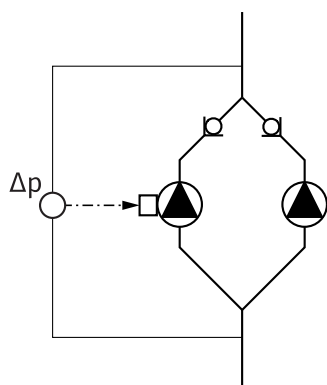

Fig. 13: Exemplo, conexão do sensor da pressão diferencial
- No exemplo da Fig. 13, a bomba Master é a da esquerda vista no sentido de circulação dos fluidos. Ligar o sensor da pressão diferencial a esta bomba.
Os pontos de medição do sensor da pressão diferencial da bomba Master devem encontrar-se no respetivo tubo coletor do lado de aspiração e da pressão do sistema de bomba dupla (Fig. 13).